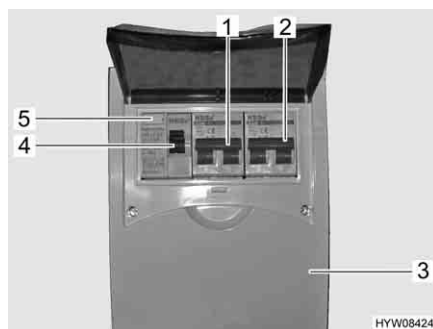

Fig. 84 Scatola dei fusibili a 230 V con interruttore di sicurezza e interruttore automatico FI
Un interruttore di sicurezza per correnti di guasto (interruttore automatico FI) (Fig. 84,4) nella scatola dei fusibili (Fig. 84,3) protegge l'intero veicolo da correnti di guasto (0,03 A).
L'interruttore di sicurezza collegato in serie (10 A) (Fig. 84,1) protegge le prese da 230 V, la centralina elettrica, il caricabatteria supplementare e il frigorifero.
Per veicoli con accessori opzionali, p. es. l'impianto di climatizzazione a tetto, un ulteriore interruttore di sicurezza (16 A) (Fig. 84,2) protegge l'apparecchio. La scatola dei fusibili si trova vicino al collegamento a 230 V.
- Se il veicolo è collegato all'alimentazione a 230 V, premere il tasto di controllo (Fig. 84,5). L'interruttore di sicurezza per correnti di guasto (FI) deve scattare.